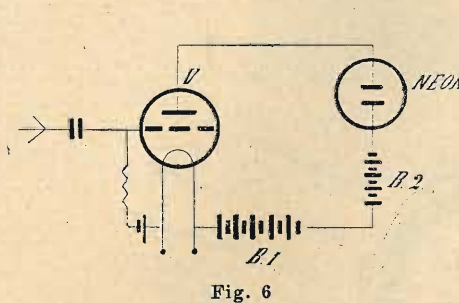
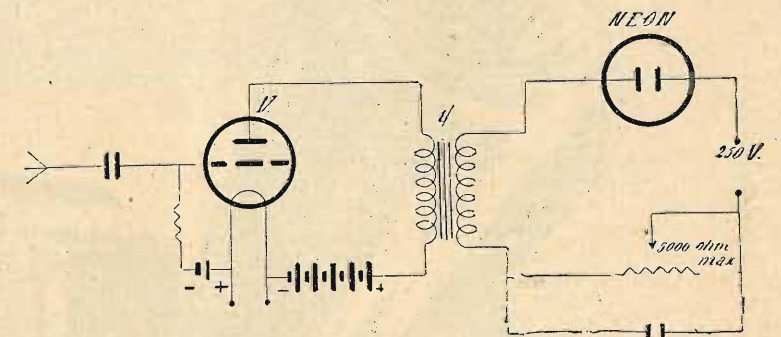

Fig. 6.
Fig. 7.
La lampada al neon va inserita nel radiorecettore secondo uno degli schemi segnati in fig. 6 ed in fig. 7, che sono i più comuni, sebbene molti altri metodi si prestano. In fig. 6 la neon è in serie al circuito anodico della valvola d'uscita del radiorecettore (V). In tal caso bisogna disporre di adatta valvola. Serve egregiamente allo scopo la Zenith U460. La tensione anodica totale dovrà essere di almeno 400 Volta. Nello schema sono infatti rappresentate due batterie anodiche, che
Nella fig. 7 la neon è collegata alla valvola di uscita V mediante trasformatore rapporto 1/1. Nel circuito secondario di questo si trovano in serie la neon, l'alimentatore, atto a fornire circa 250 Volta e 25 ma, e la resistenza variabile da 5.000 Ohm massimi shuntata da un condensatore da 2 mf.